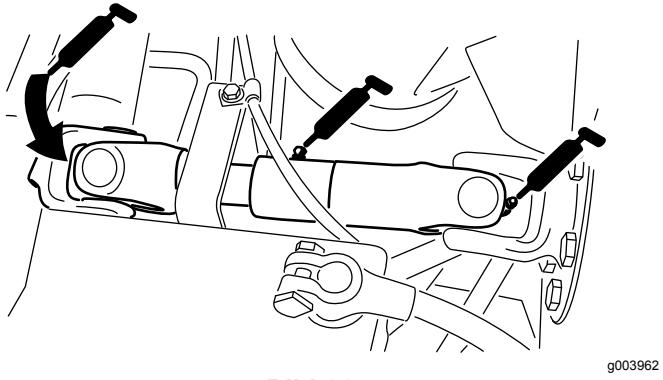

Bild 36
- U-Gelenk der Pumpenantriebswelle (3) (Bild 36)